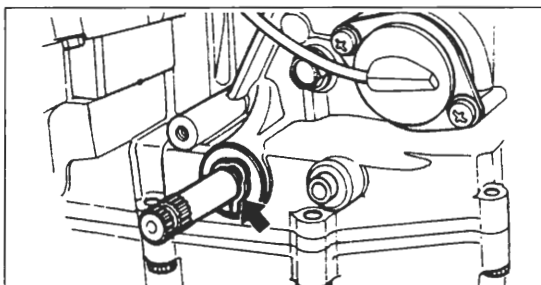

Bild 129
- E-Ring von Schaltwelle aushebeln (Bild 129).
- Scheibe aufsetzen und Schaltwelle mit E-Ring sichern, siehe Bild 129.